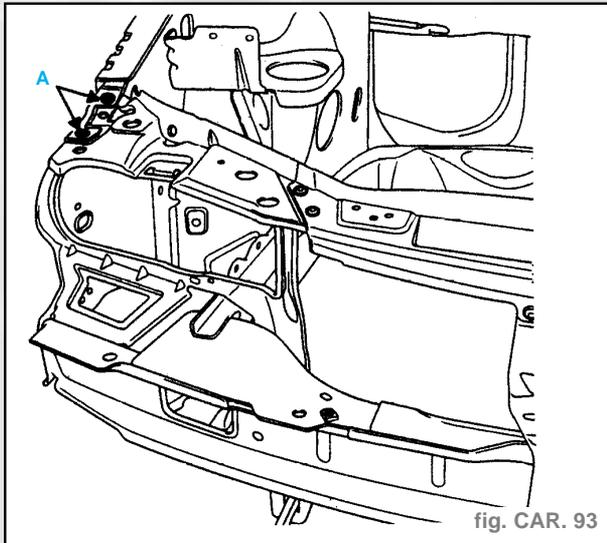

fig. CAR. 93
**Soudure** (fig. CAR. 93)
**Nota.** - En (A), un point en trois épaisseurs.